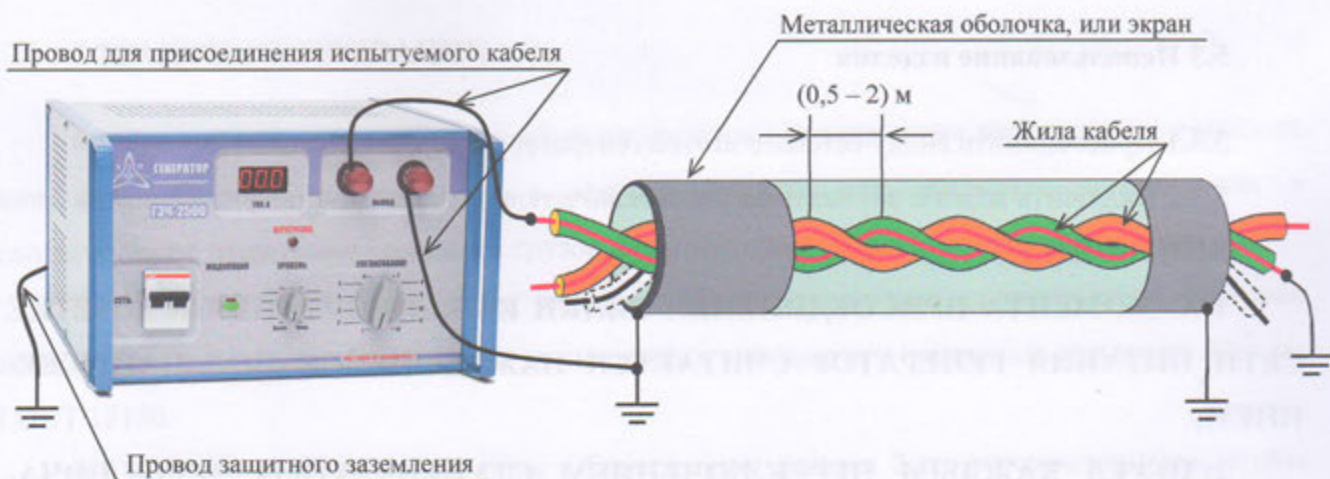

Рисунок 2 – Схема присоединения Генератора
5.2.5 Присоединить согласно схеме проведения необходимой операции (см. рисунок 2 – 4) соединительные провода (входят в комплект Генератора), с одной стороны к испытуемому кабелю, а с другой стороны к выходным клеммам «ВЫХОД» (см. рисунок 1 поз. 4).